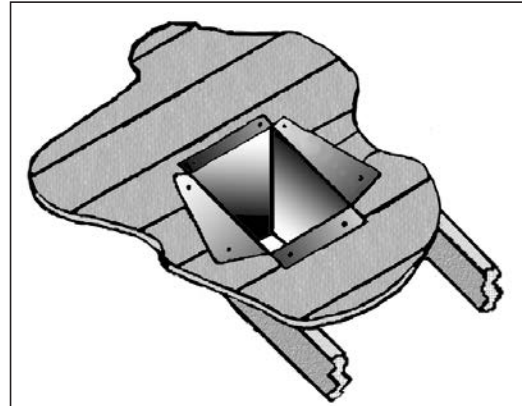

Figure 36: Plafond cathédrale boîte de support d'installation.
- Utiliser des cisailles, coupez la "boîte de support" à partir des coins supérieurs à la ligne de toit, et plier les rabats résultant sur le revêtement de toit (Figure 36). Avant de clouer dans le toit, d'exécuter un cordon de mastic non durcissant autour des bords supérieurs de la "boîte de support", pour faire un joint entre la boîte et le toit. Nettoyez tout matériau combustible de l'intérieur de la «boîte de support».